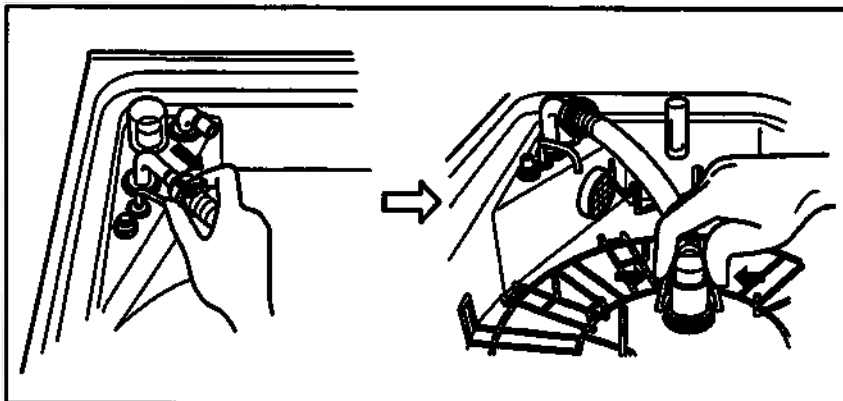

Рис. 6.8
16. Отсоедините шланг для дезинфицирования системы трубок для подачи воды и закройте крышку моечной ванны (см. рис. 6.8).